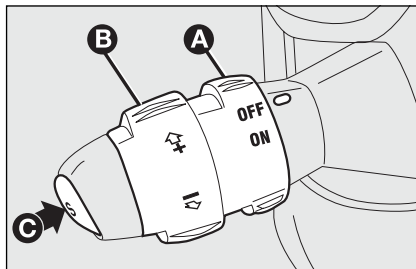

fig. 54
Draai de draaiknop **A**-fig. 54 in stand **ON**.
- zet de draaiknop **A**-fig. 54 in stand **ON** en trap het gaspedaal in totdat de auto met de gewenste snelheid rijdt;
- druk op de knop **C-fig. 54**.
- zet de draaiknop **B-fig. 54** in stand (+).
- houd de draaiknop **B-fig. 54** in stand (-), totdat de nieuwe snelheid is bereikt die automatisch zal worden opgeslagen.
Zet de draaiknop **A-fig. 54** in stand **OFF** of de start-/contactsleutel in stand **STOP**. Het systeem schakelt in de volgende gevallen automatisch uit:
Bij een storing of een afwijkende werking van de cruise-control, moet de draaiknop A-fig. 54 in stand OFF worden gezet. Laat het systeem, na controle van de zekering, door de Fiat-dealer controleren.